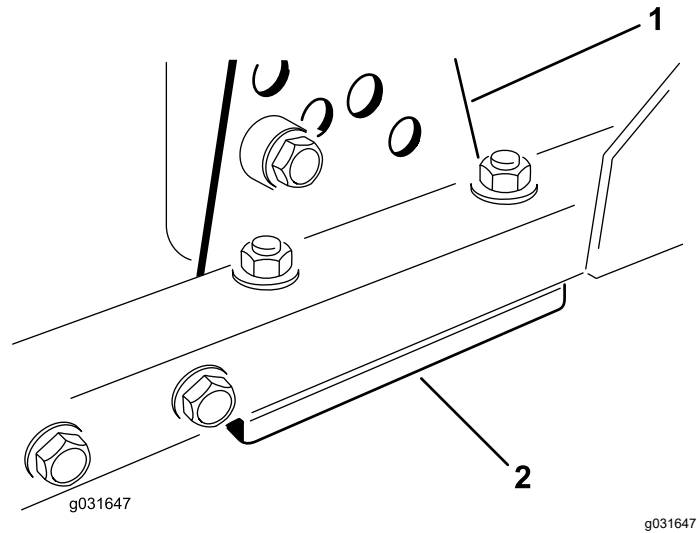

图 71
1. 从滚刀组架上拆除剪草高度支架前、左或右图 71。
2. 在滚刀组架与剪草高度支架之间增、减 1.5mm 薄垫片和/或 0.7mm 薄垫片以达到所需的剪草高度设置图 71。
3. 安装剪草高度支架到滚刀组架剩余薄垫片集中放到剪草高度支架的下方图 71。